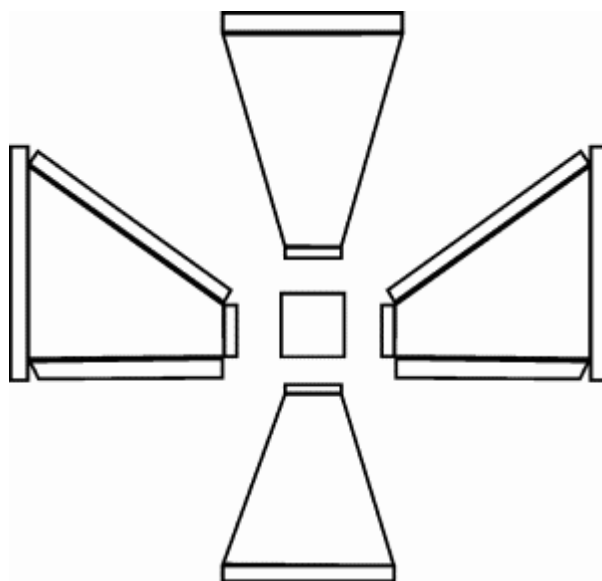

Рис. 19. Детали дымоборника.
1. Вырежьте из листовой меди детали дымоборника (рис. 19). Для бортов добавьте припуски 2,5 см.